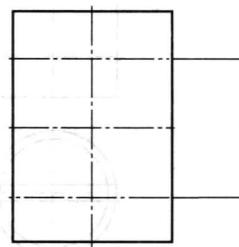

图 2-5 杯子把粗略轮廓
(3) 单击“绘图”工具栏中的“直线”按钮/，单击立即菜单3切换到“正交”方式，捕捉刚绘制的平行线与矩形的交点，输入“35”，再利用“导航”方式绘制另外两段直线，如图2-5所示。